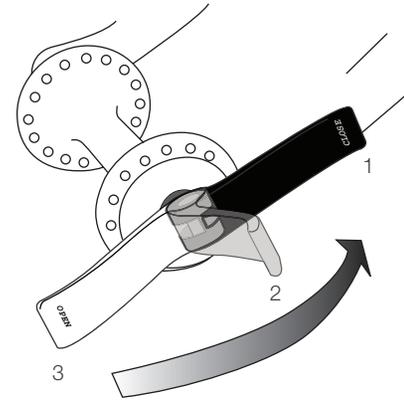

Figure 31. Positions du levier :
1. Déplacez le levier de serrage rapide en position ouverte (Figure 31, n°3) et placez la roue de manière à ce qu'elle touche complètement l'intérieur des extrémités de la fourche.
2. Le levier étant en position de réglage, serrez légèrement l'écrou de réglage (Figure 31 n°2).
3. Verrouillez le serrage rapide : en tenant le levier dans la paume de votre main, placez-le en position fermée (Figure 31, n°3).